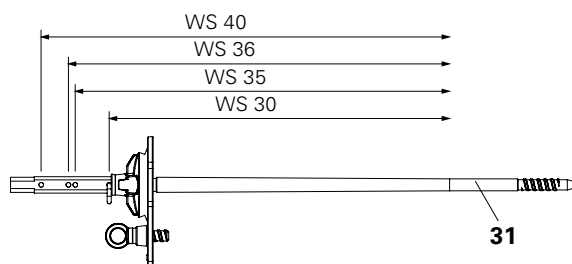

Fig. A6.02
per pareti di spessore pari a 30 - 40 cm (31). (Fig. A6.02)